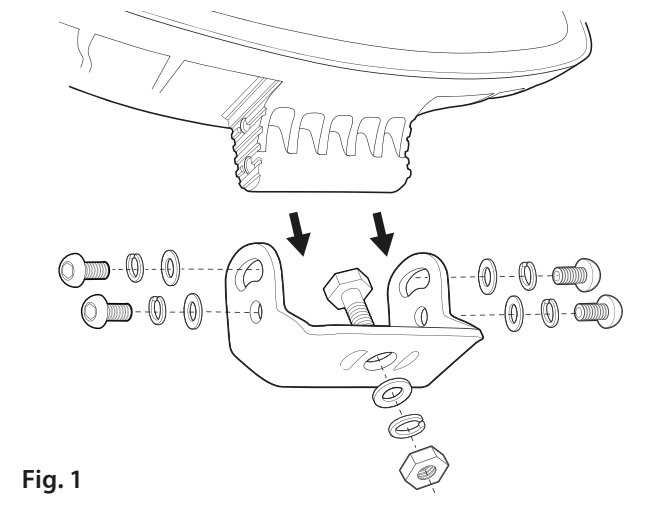

Fig. 1
4. Inserire le viti e i relativi elementi di fissaggio (Fig.1).